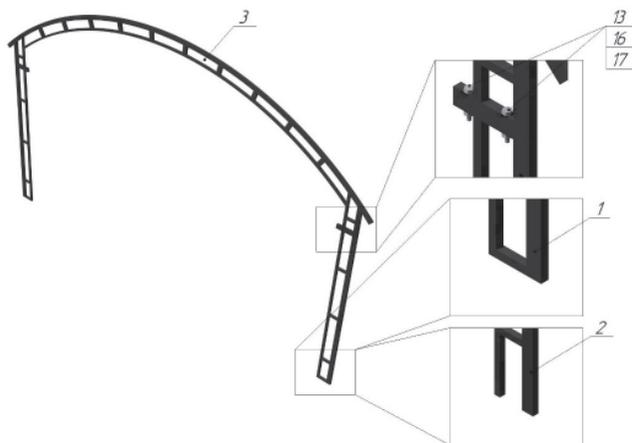

Рисунок 4
7. Собираем торцевые стойки **поз.1** и арки **поз.3** между собой с помощью болтов Болт М6x50 **поз.13**, гаек М6 **поз.17** и шайб М6 **Поз.16**. Шайбы подкладываем сверху (под болт и снизу под гайку). См Рис. 4.
8. По аналогии собираем внутренние стойки **поз.2** и арки **поз.3**. См Рис.4.